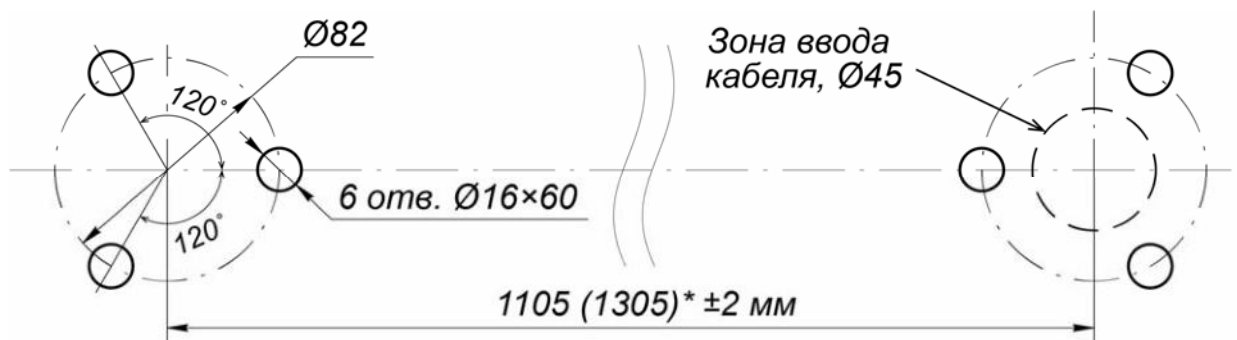

Рисунок 18. Расположение отверстий под анкерные болты во фланцах стоек поворотной секции ограждения с электромагнитным УБ
2. Разметьте и просверлите отверстия на установочной поверхности под анкеры PFG IH 10 «SORMAT» в соответствии со схемой разметки (см. рис. 18). Сначала размечаются центры установки стоек секции ограждения, затем от них размечаются точки крепления стоек, допускается использование в качестве шаблона непосредственно самих фланцев стоек.
3. Подготовьте в полу кабельный канал для проводов цепи питания и управления (зона ввода кабеля – см. рис. 18) и протяните кабели к месту установки.